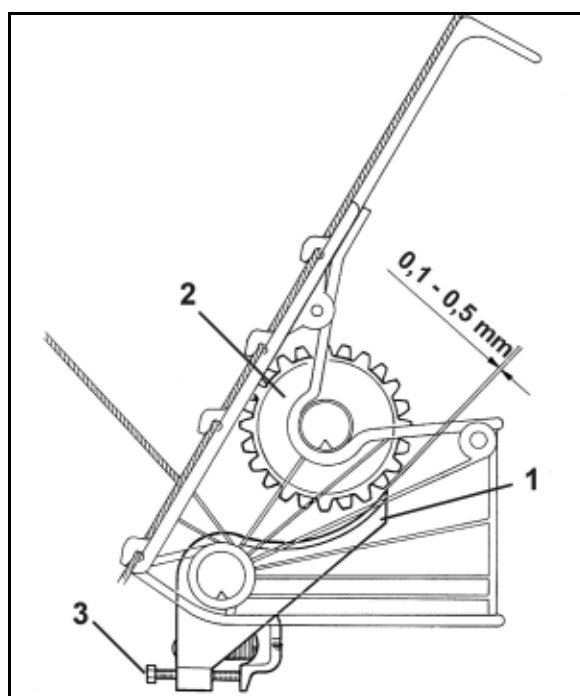

Fig. 43
3. Controleren of de bodemklep (Fig. 43/1) niet vast zit.
4. Controleer of de voorgeschreven afstand van 0,1 mm tot 0,5mm (Fig. 43) tussen bodemklep (Fig. 43/1) en zaaiwiel (Fig. 43/2) in ieder zaaihuisje aanwezig is. Daarvoor moet het te controleren zaaiwiel met de hand op de zaai-as worden gedraaid.
5. Bij afwijkingen de voorgeschreven afstand met de veerbelaste spanbout (Fig. 43/3) instellen.